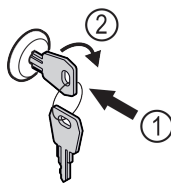

Fig. 133 Beispielhafte Darstellung
- Schlüssel hineindrücken Fig. 133 (1).
- Schlüssel um 90° im Uhrzeigersinn drehen Fig. 133 (2).